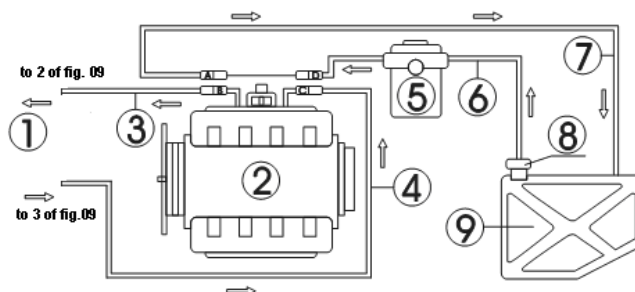

Рис. 09
Подключение шлангов двигателя с возвратным шлангом, как показано на Рис. 09.
- 1) Отсоединить соединения шлангов подачи топлива (C, D) и шлангов возврата топлива (A, B) топливной системы двигателя (при отсоединении соединителя обернуть его куском ткани). Подобрать необходимые соединители и подсоединить их к концу шланга B и к концу шланга C отдельно, а затем подсоединить другие концы к соответствующему возвратному шлангу и выпускному шлангу установки. См. Рис. 09.